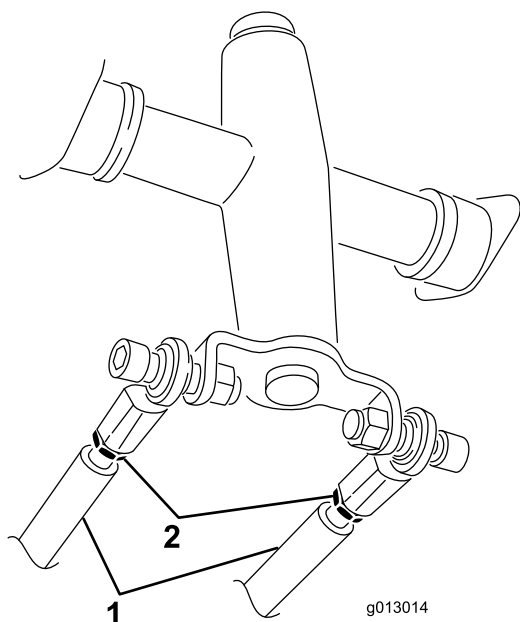

Figura 56
3. Slăbiți piulițele de blocare de pe tije de traciune, sub panoul de comandă (Figura 56).